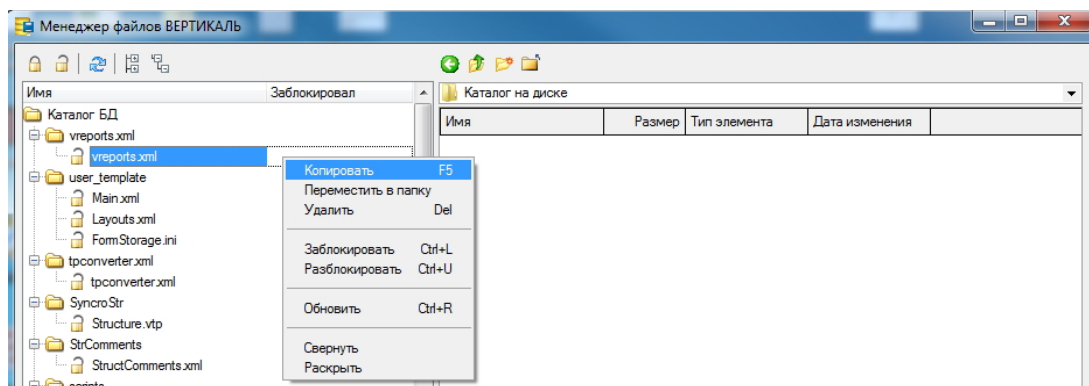

Рис. 4.5
1. С помощью приложения Менеджер файлов ВЕРТИКАЛЬ скопируйте на диск файлы (рис. 4.5):